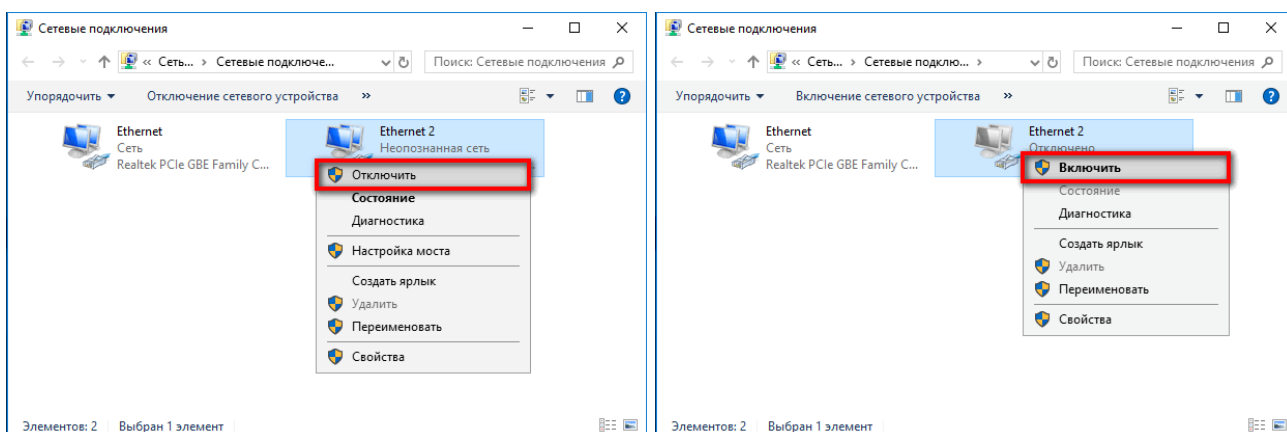

Рис. 3.8 Перезагрузка Ethernet-подключения
2. Нажмите правой кнопкой мыши по Ethernet-подключению и выберите **Отключить** (рис. 3.8).
3. Нажмите правой кнопкой мыши по Ethernet-подключению и выберите **Включить** (рис. 3.8).